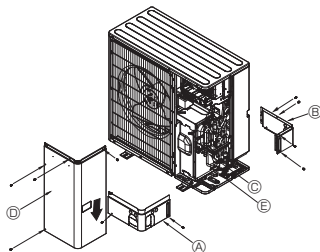

Fig. 5-3
5.3. Kältemittelrohrleitung (Fig. 5-3)
- ① Die Verbindungen der Kältemittelrohrleitungen für die Innen-/Außenanlage ausführen, wenn das Absperrventil der Außenanlage vollständig geschlossen ist.
- ② Luftreinigung unter Vakuum vom Innenaggregat und dem Rohrleitungsanschluss aus.
- ③ Kontrollieren Sie nach dem Anschließen der Kältemittelrohrleitungen die angeschlossenen Rohre und die Innenanlage auf Gasaustritt. (Siehe 5.4. Verfahren zum Prüfen der Rohre auf Dichtigkeit.)
- ④ Eine Hochleistungs-Vakuumpumpe wird an der Wartungseinheit des Sperrventils verwendet, um ein Vakuum für eine geeignete Zeit (mindestens eine Stunde zu erzeugen, nachdem -101 kPa (5 Torr) erreicht sind, um das Rohrinnere vakuumzutrocknen. Prüfen Sie immer die Stärke des Vakuums am Kaliber des Rohrverteilers. Wenn Feuchtigkeit im Rohr verbleibt, wird die erforderliche Stärke des Vakuums bei kurzer Vakuumanwendung manchmal nicht erreicht. Nach der Vakuumtrocknung öffnen Sie die Sperrventile vollständig (sowohl für Kältemittel als auch für Gas) für das Außengerät. Auf diese Weise werden die Kältemittelleitungen von Innen- und Außengeräten vollständig miteinander verbunden.